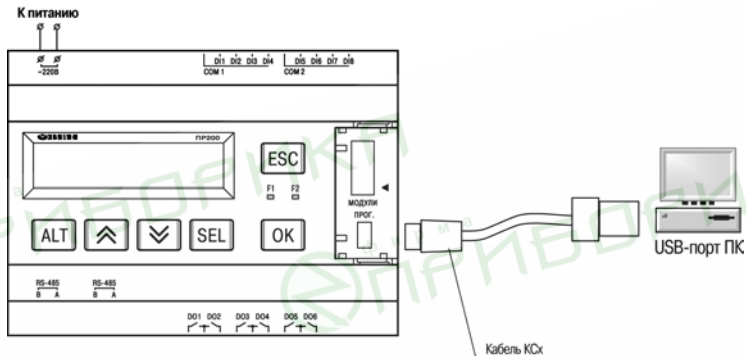

Рисунок 5.1 – Схема подключения ПР200 к ПК
5.1.1 Перед использованием прибор необходимо запрограммировать, т.е. создать пользовательскую программу, для программирования прибор необходимо подключить к компьютеру (рисунок 5.1.). После создания пользовательская программа может быть сохранена в энергонезависимой памяти прибора и запускаться на выполнение после включения питания или перезагрузки.